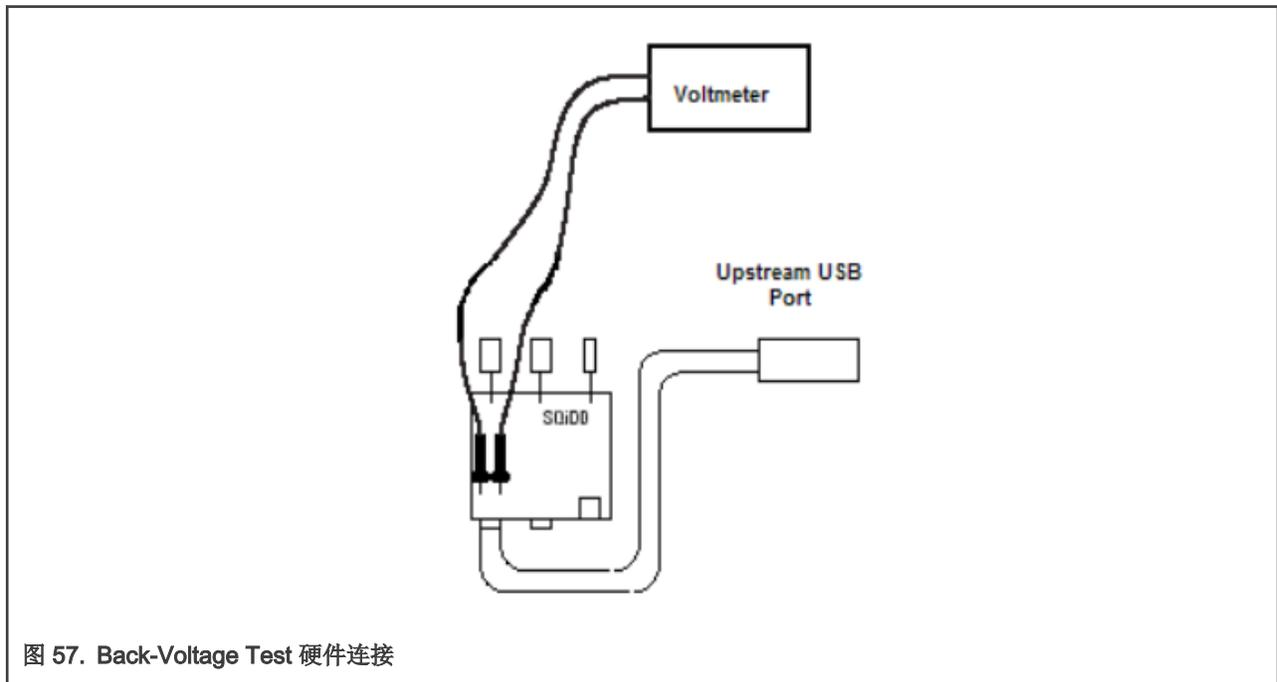

图 57. Back-Voltage Test 硬件连接
2. 按照图 57 连接好被测 Device 以及 SQiDD 板，不要连接任何 Host，在示波器软件中点击 Run Tests 开始测试。